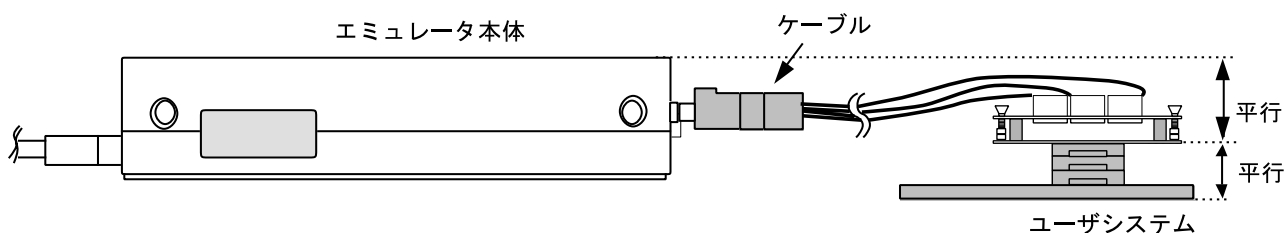

図8 設置例
- (1) ユーザシステムへの接続時には1ピン位置に十分注意して、誤接続は絶対にしないでください。
- (2) 本ユーザシステムインタフェースケーブルは、HS3800EPI60H エミュレータ専用ですので、他のエミュレータ本体には使用しないでください。
- (3) ケーブル本体部が断線する可能性がありますので、本ユーザシステムインタフェースケーブルの上に重いものや金属等の角の尖ったものを置かないでください。
- (4) ユーザシステムに接続した状態では、ユーザシステムインタフェースケーブル、特にケーブル先端部に無理な力が加わらないように注意する必要があります。図8の設置例を参照してご使用ください。